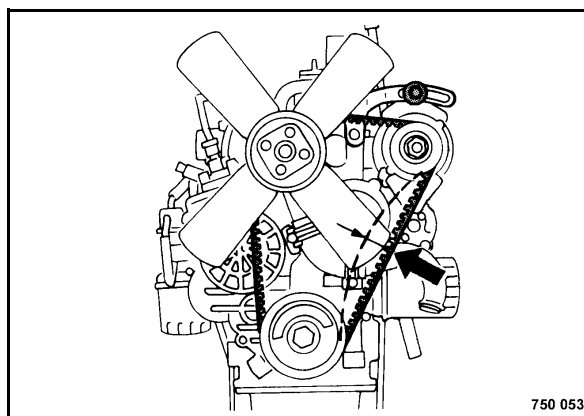

Fig. 101
- Controllare visivamente l'intera circonferenza della cinghia trapezoidale (Fig. 101) per verificare un eventuale danneggiamento e screpolature. Sostituire le cinghie trapezoidali danneggiate o usurate.